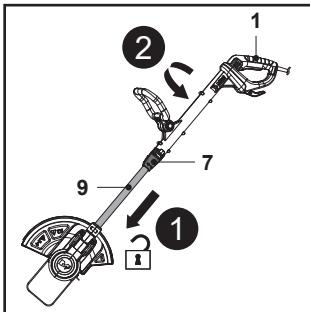

Fig. 7A
- Glisează butonul de deblocare (7) în jos și rotește mânerul principal (1) în sens antiorar ținând în același timp tija inferioară (9) pentru a regla capul de tăiere (12) la un unghi de 0° (fig. 7A, B). Eliberează butonul de deblocare (7) și rotește în continuare mânerul principal (1) până se blochează în poziție. Asigură-te că butonul de deblocare (7) se fixează în poziție.